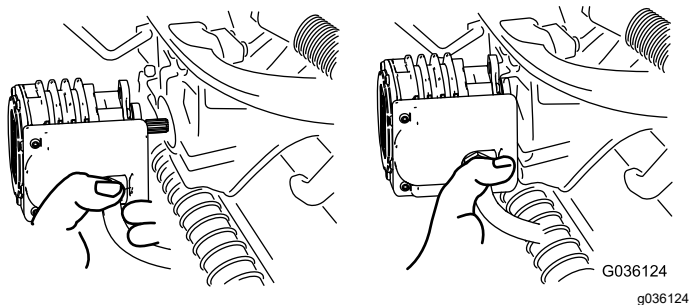

Figura 56
5. Spostate il motore in posizione di stoccaggio davanti al braccio di sospensione (Figura 56).